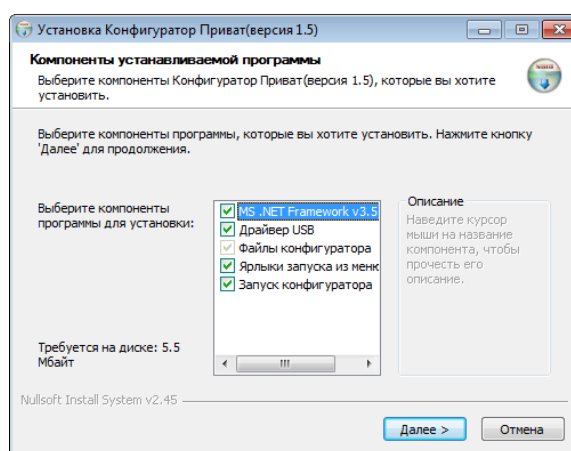

Рис. 5.1. Выбор компонентов ПО для установки
2. В открывшемся окне (рис. 5.1) выберите компоненты программного обеспечения, которые необходимо установить, и нажмите кнопку *Далее*.